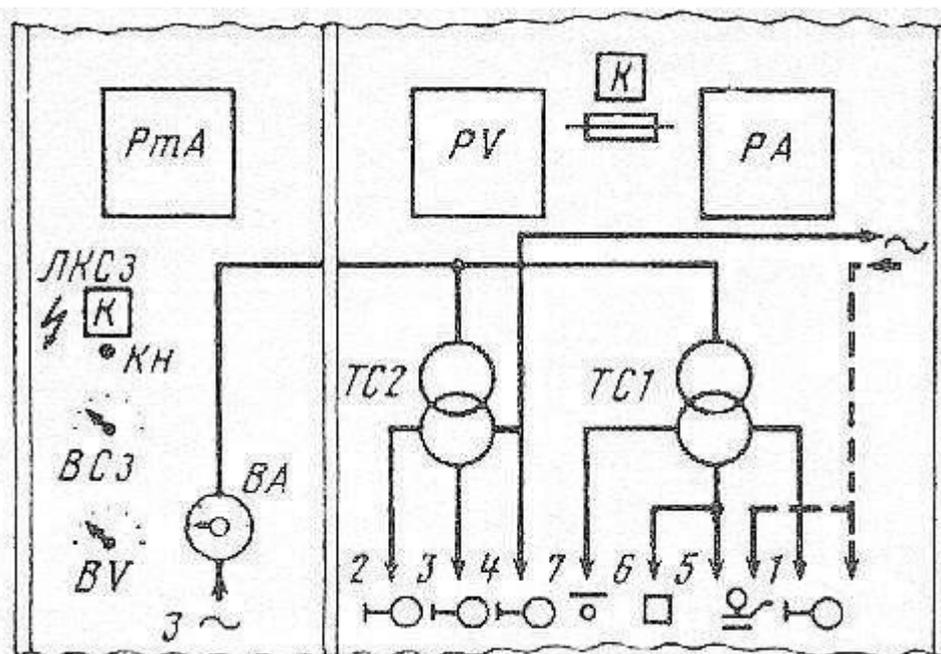

Рисунок 3. Мнемосхема разводки питания панели ПР-ЭЦК
7.4.2. На лицевой стороне дверей панели нанесена мнемосхема разводки питания с обозначенными на ней силовыми трансформаторами и нагрузками, с них питаемыми, а также органами управления и контроля (рисунок 3).